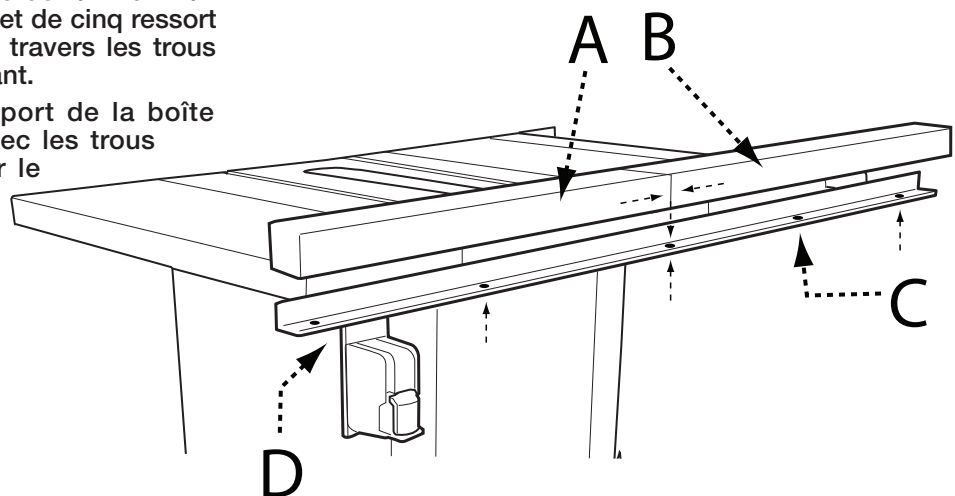

FIGURE 7
1. Reliez les deux moitiés du guide de butée (A et B) en insérant l'extrémité la plus petite dans l'extrémité la plus grande. Voir Figure 7.
2. Fixez le guide de butée au rail avant à l'aide de cinq vis hexagonales à tête ronde de 1/4-20 x 1/2 pouces (514,35 mm x 12,70 mm) et de cinq ressort freins de 1/4 pouces (6,35 mm) à travers les trous (C) sur le côté inférieur du rail avant.
3. Alignez les deux trous du support de la boîte de commande de puissance avec les trous sous le rail avant (D), situé sur le côté gauche de la scie. Fixez la boîte de commande de puissance au rail avant à l'aide de deux vis à tête ronde de 1/4-20 x 1/2 pouces (514,35 mm x 12,70 mm).